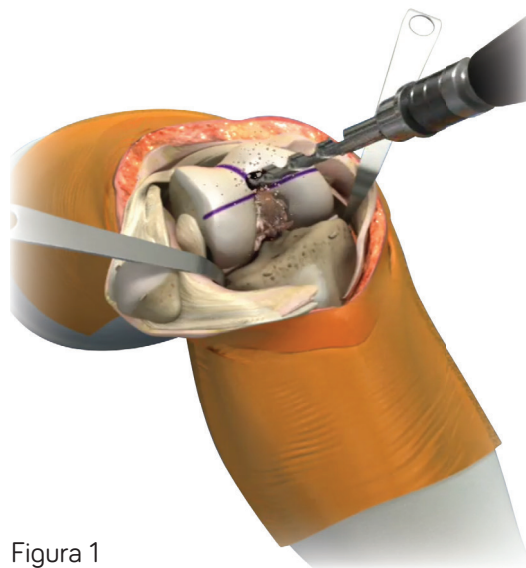

Figura 1
1. Abra el canal femoral con la broca intramedular de 9.5 mm. El taladro tiene un paso de 12 mm. para abrir más el punto de entrada (Figura 1).